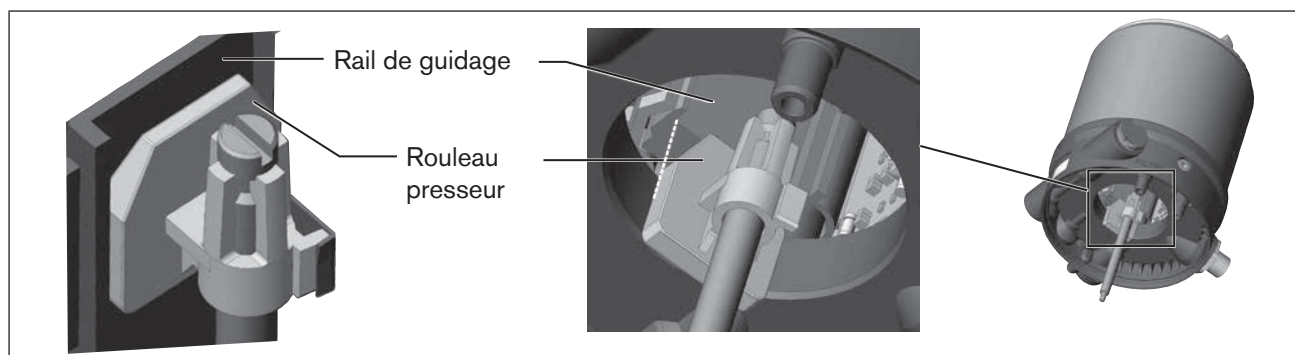

Figure 9 : Disposition du rouleau presseur
1. qu'il entre dans le rail de guidage de la tête de commande (voir « Figure 9 »)